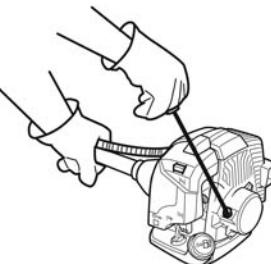

Fig. 13
- > Trageți mânerul [4] pentru a porni motorul (Fig. 13).